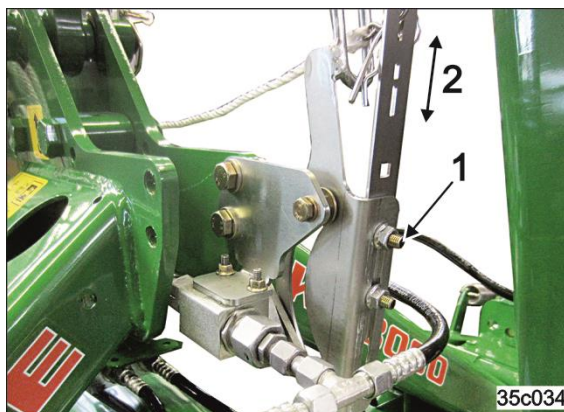

Fig. 133
1. Løsn møtrikkerne (Fig. 133/1).
2. Anbring aktiveringskrogen i den ønskede position (Fig. 133/2), så udløftning bliver mulig, mens kardanakslen kører.
3. Spænd møtrikkerne (Fig. 133/1).